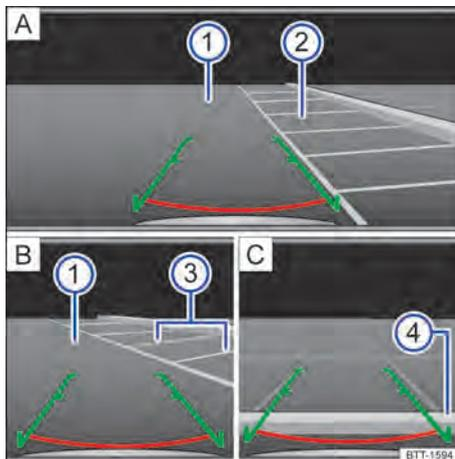

Fig. 111 Exibição do display do sistema Infotainment: estacionar com a câmera de marcha a ré.
Legenda para Fig. 111:
- Posicionar o veículo antes da vaga de estacionamento → Fig. 111 ②.
- Conduzir para trás e virar lentamente de modo que as linhas laterais se direcionem à vaga de estacionamento selecionada ②. As linhas devem concordar assim com as linhas limite laterais ③.
- Quando a linha horizontal alcançar o limite traseiro ④, parar.